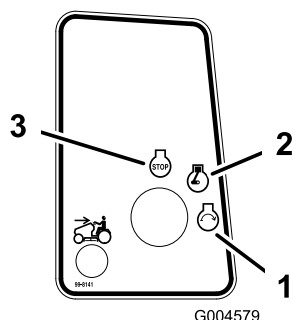

Bild 14
- Drej tændingsnøglen med uret, og hold den i startpositionen (Bild 14). Slip nøglen, når motoren starter.
- Drej tændingsnøglen til Fra (Bild 14).